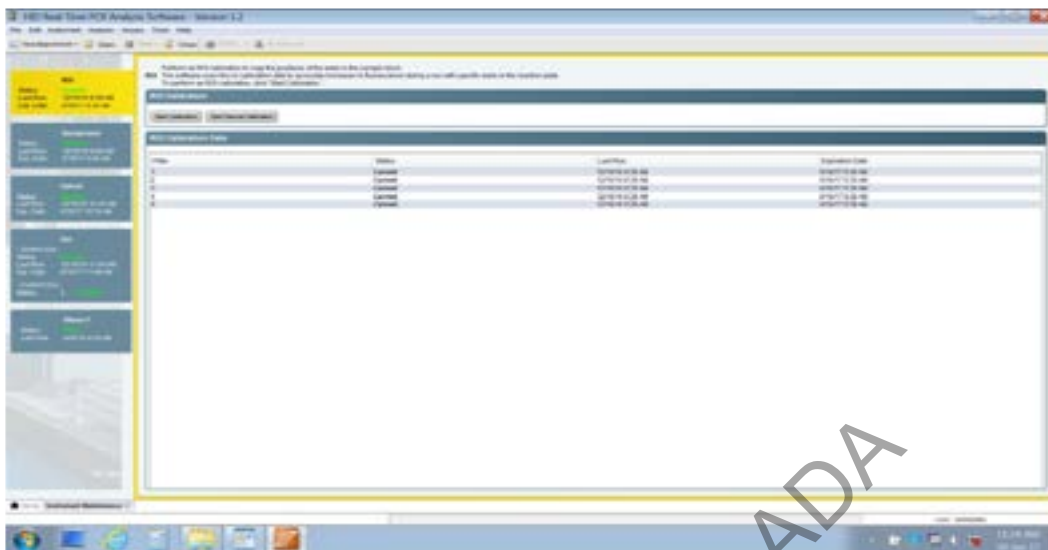

Figura 23. Pantalla principal de calibración
**7.4.1.10** Seleccione la opción **ROI** que aparece en el menú de la izquierda de la pantalla y seleccione **Start Calibration**. Ver figura 23